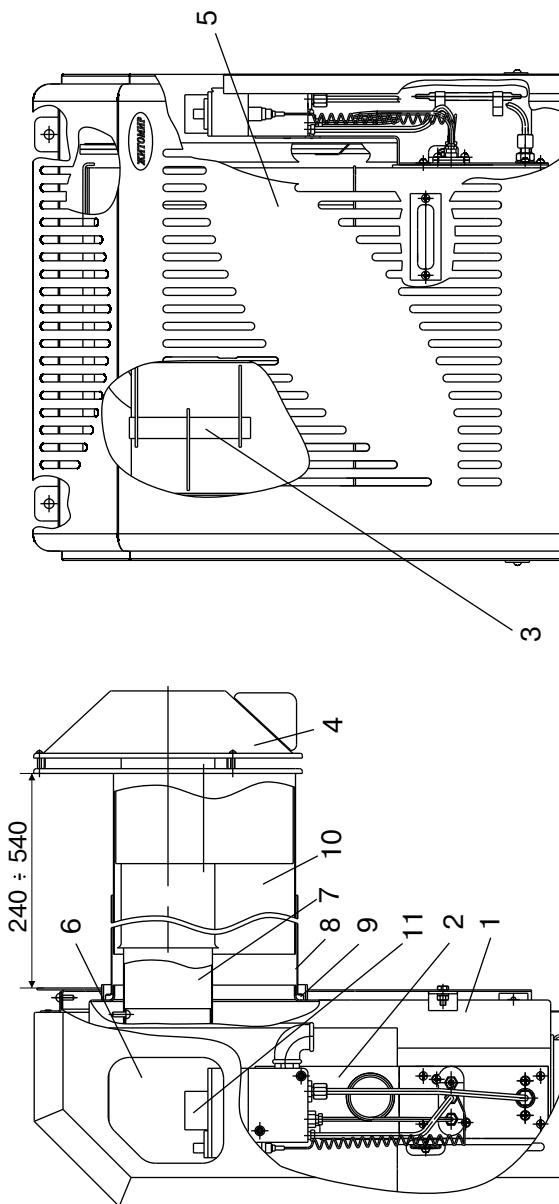

Рис. 1. Будова конвектора
5.1. Конвектор (см рис.1) складається з таких основних частин: корпус із герметичною камерою згорання, димо-повітряного блоку(димаря), пристрою газопальника, кришки, що закриває верхній отвір облицювального кожуха. Для забезпечення герметичності топки конвектора між корпусом і димарем, пристроєм газопальника, кришками встановлені прокладки з базальтового картону.
6.4. Установка конвектора повинна виконуватися відповідно до вимог ДБН В. 2.5-20, приведеним в п. 4.6. в такій послідовності : (див. рис. 1,2)